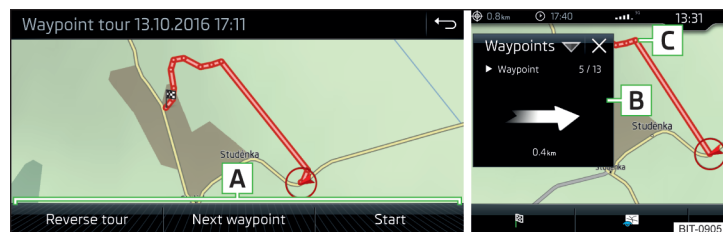

Fig. 246 Visualización de un itinerario de los puntos recorridos / Recorrer un itinerario de los puntos recorridos
- ▶ Seleccionar uno de los siguientes menús » fig. 246.
Durante el recorrido de un itinerario de los puntos recorridos aparece en la ventana adicional **Puntos del recorrido** la visualización de la dirección, así como la distancia hacia el próximo punto recorrido, el número continuo del próximo punto recorrido, y la cantidad total de los puntos recorridos » fig. 246.
“Se” “reduce” sucesivamente el itinerario de los puntos recorridos de la posición del vehículo hacia el próximo punto recorrido » fig. 246.
- > Visualización del itinerario de los puntos recorridos » fig. 246 de la pág. 212 ▶